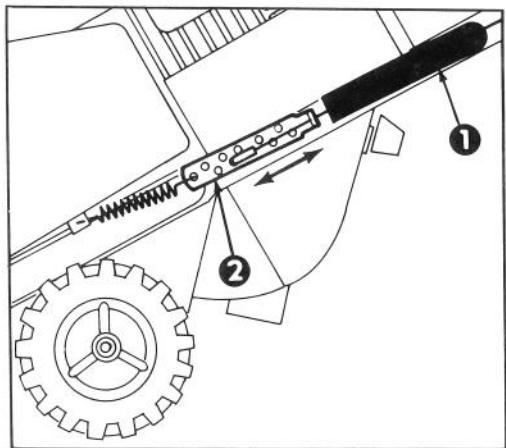

Figure 10
3. REGLAGE DU CABLE (Fig. 10) — Décrochez l'extrémité supérieure de câble de l'orifice situé dans le support de la barre de commande. Faites glisser le cache-ressort vers le haut du câble pour dégager le dispositif de réglage du câble. Décrochez l'extrémité du câble du dispositif de réglage du câble et replacez-la dans un orifice plus ou moins élevé sur le dispositif de réglage, selon le cas, pour atteindre un écartement adéquat de  $1\frac{1}{16}-1\frac{1}{8}$ " (1,59 mm - 3,18